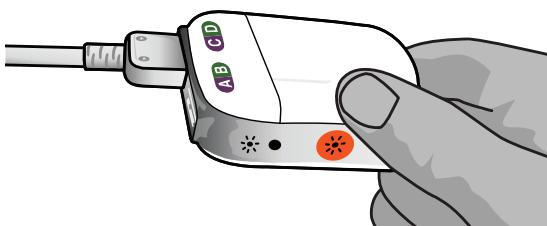

Figura 5: Conexão do Cabo cirúrgico 2 x 8 ao Estimulador de avaliação externo 2
3. Conecte a Extensão do cabo cirúrgico ao soquete do Estimulador de avaliação externo 2 identificado como “CD” (Figura 5).